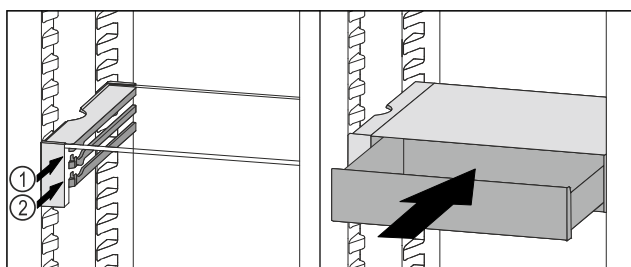

Fig. 38
- ▶ Nasaďte zásuvku VarioSafe za zarážku na požadovaném žebro Fig. 38 (1) nebo Fig. 38 (2).